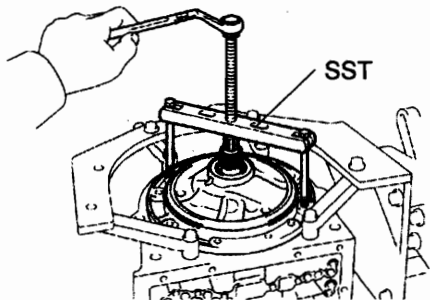

图 12-1-14
②如图 12-1-14 所示, 用专用工具 (SST) 拆下油泵。